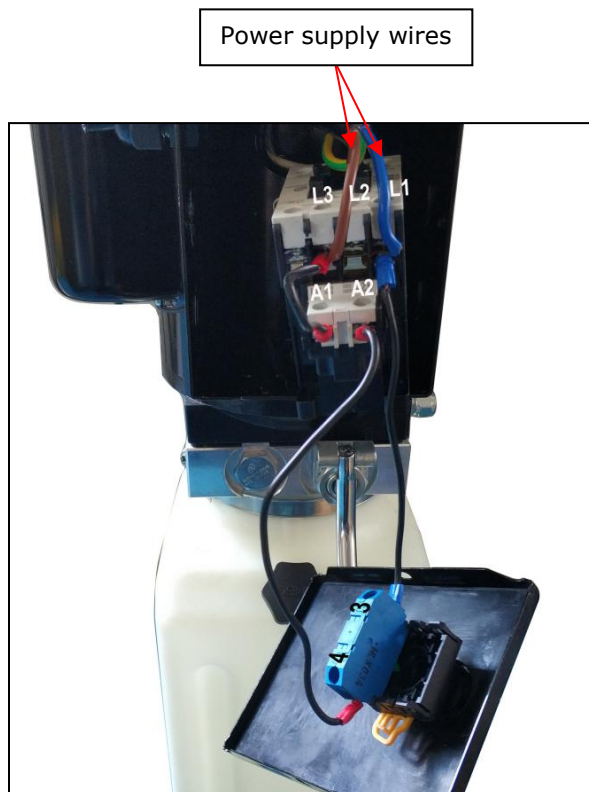

Fig. 44
2. Connection step (See Fig. 44)